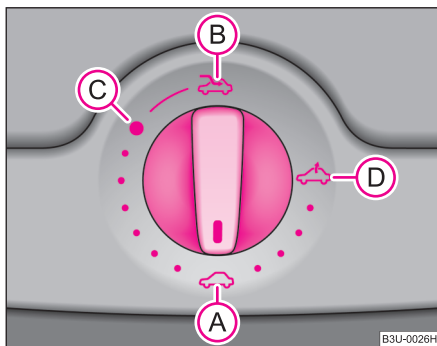

Abb. 30 Drehschalter für das elektrische Schiebe-/Ausstelldach
Das Schiebe-/Ausstelldach wird mit dem Drehschalter ⇒ Abb. 30 bedient und funktioniert nur bei eingeschalteter Zündung. Der Drehschalter hat mehrere Raststellungen.
- Drehen Sie den Schalter in Stellung **(C)** ⇒ Abb. 30.
- Drehen Sie den Schalter in Stellung (A) ⇒ Abb. 30.
Das Schiebe-/Ausstelldach ist mit einem Überlastungsschutz ausgestattet. Das Schiebe-/Ausstelldach stoppt und kehrt einige Zentimeter zurück, wenn es sich durch ein Hindernis (z. B. Eis) nicht schließen lässt. Das Schiebe-/Ausstelldach können Sie ohne Überlastungsschutz ganz schließen, wenn Sie den Schalter in Stellung (A) ⇒ Seite 44, Abb. 30 vorn oder hinten so lange drücken, bis das Schiebe-/Ausstelldach vollständig geschlossen ist ⇒ ⚠.
Nach jeder Notbetätigung (mit Innensechskantschlüssel) muss das Schiebe-/Ausstelldach in die Grundstellung gebracht werden. Deshalb müssen Sie den Drehschalter in die Schalterstellung **(A)** ⇒ Seite 44, Abb. 30 etwa 10 Sekunden lang vorn drücken. ■